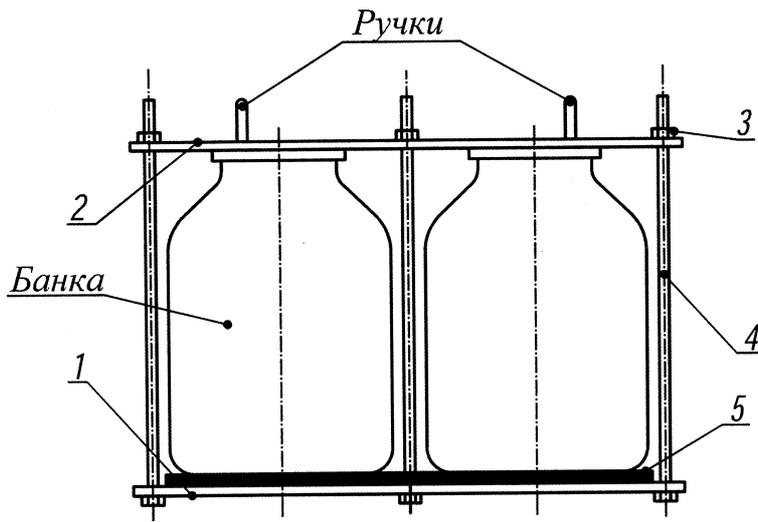

Рисунок 2 — Кассета
- при необходимости вынуть кассету с банками из корпуса автоклава, взявшись двумя руками за ручки крышки 2 (рис. 2) (предварительно слив воду);
Установить в кассету подготовленное количество банок с закатанными продуктами согласно таблице 2 и надёжно зафиксировать банки в кассете с помощью зажимных гаек 3 (рис. 2), затягивая их крест-накрест ключом с лёгким усилием.
При установке банок в два слоя, банки верхнего слоя устанавливаются непосредственно на банки нижнего слоя без резиновой прокладки 5 (рис.2). Банки должны располагаться как можно ближе к шпилькам. Банки должны иметь одинаковую высоту.
3.20. После остывания банок до комнатной температуры открутить гайки 3 (рис. 2), снять крышку 2, вынуть банки с консервируемой продукцией и проверить состояние крышек, банок и прочность закатки.